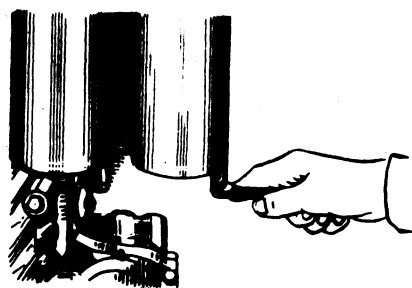

Рис. 61. Вывертывание сливной пробки
1. Отверните сливные пробки (рис. 61) и слейте топливо из колпаков фильтра.